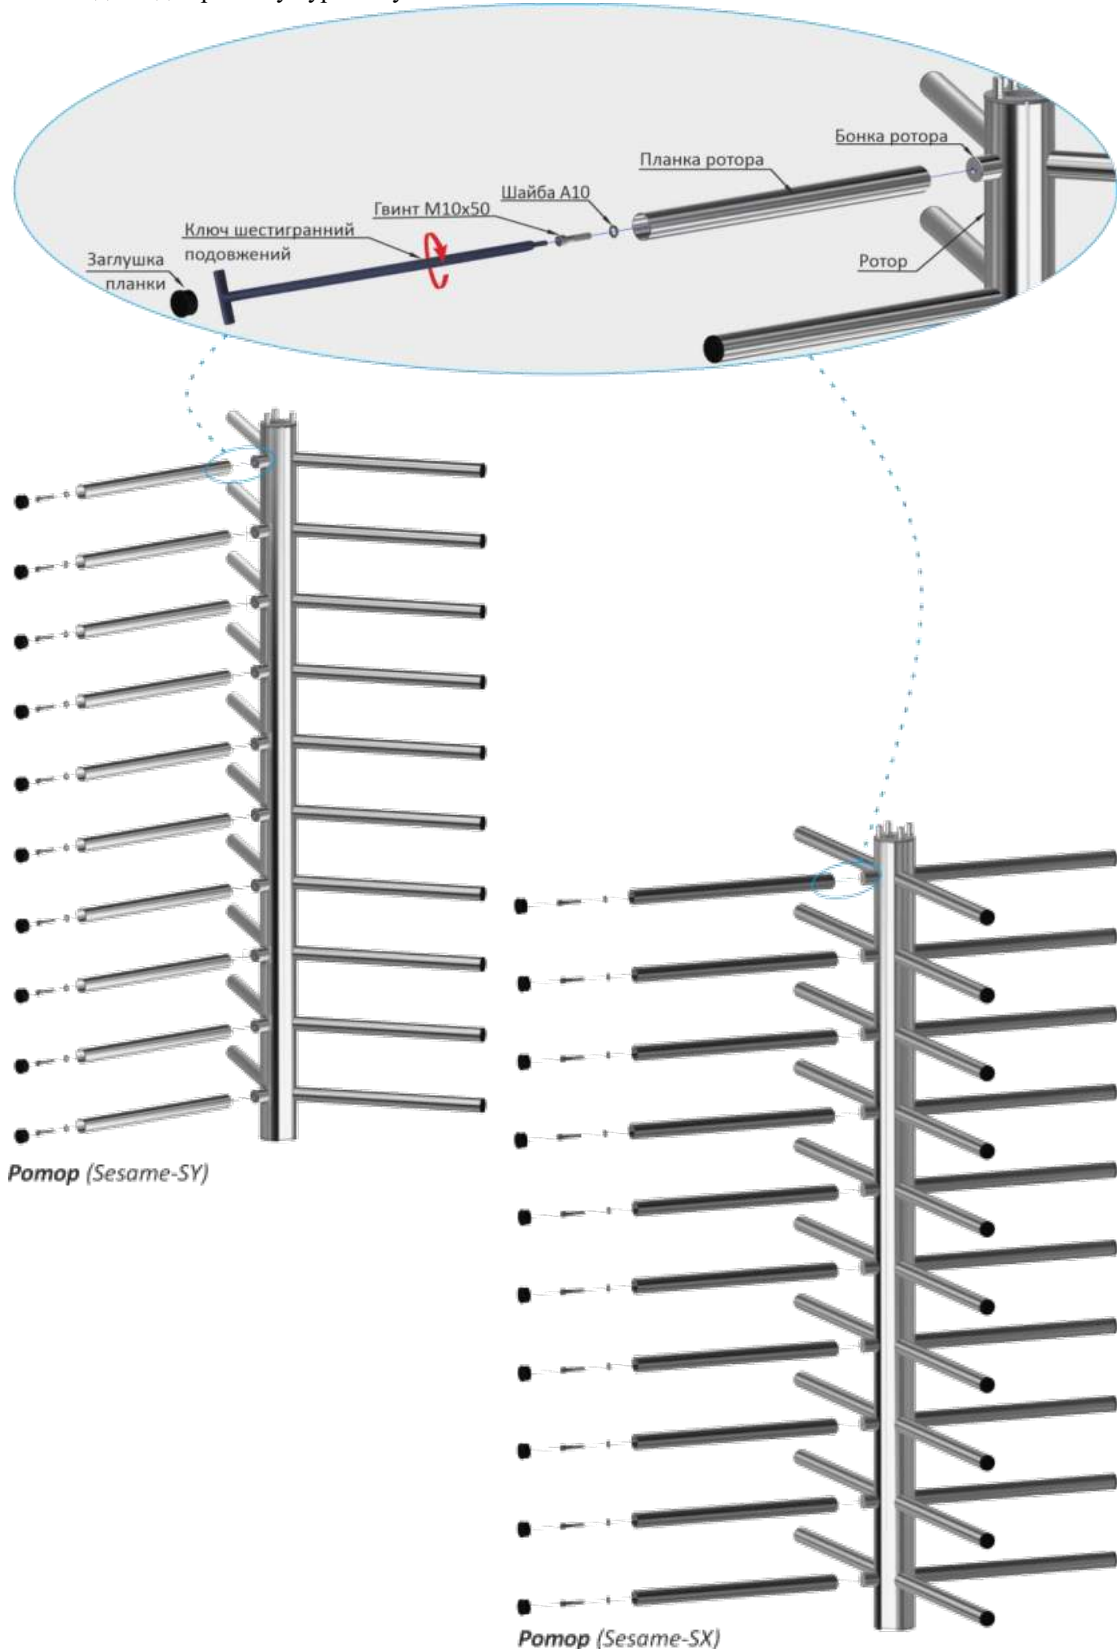

Рис.15 – Складання основних елементів та встановлення планок на ротор турнікету
3) Складання ротора турнікета (Рис.15):